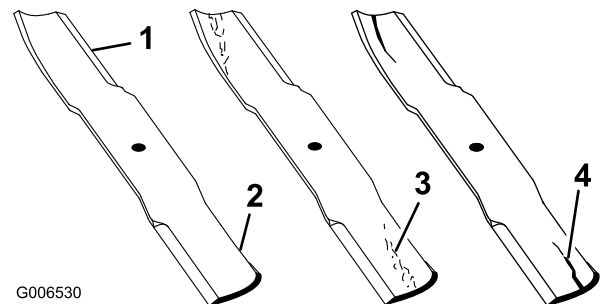
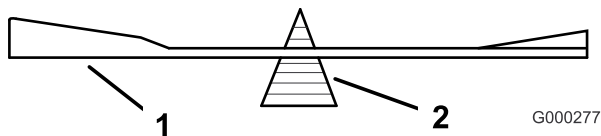

Bild 47
Bild 51
1. Untersuchen Sie die Schnittkanten (**Bild 47**). Entfernen und schärfen Sie die Messer, wenn die Schnittkanten nicht scharf sind oder Auskerbungen aufweisen. Siehe **Schärfen der Messer** (Seite 38).
2. Prüfen Sie die Schnittmesser, insbesondere den gebogenen Bereich (**Bild 47**). Sollten Sie Schäden, Verschleiß oder Rillenbildung in diesem Bereich feststellen (Punkt 3. in **Bild 47**), montieren Sie sofort ein neues Schnittmesser.
- Überprüfen Sie die Auswuchtung des Schnittmessers auf einer Ausgleichmaschine (Bild 51). Wenn das Schnittmesser in seiner horizontalen Position bleibt, ist es ausgewuchtet und kann wieder verwendet werden. Feilen Sie, wenn das Schnittmesser nicht ausgewuchtet ist, vom Flügelbereich des Messers etwas Metall ab (Bild 47). Wiederholen Sie diesen Vorgang, bis das Messer ausgewuchtet ist.